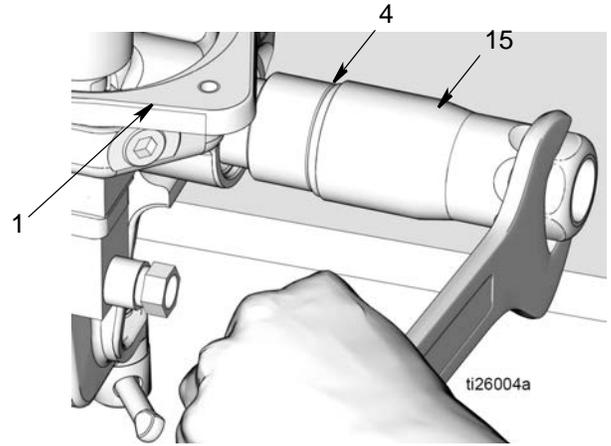

图 21
- e. 根据正确处置的所有相关规定，丢弃 O 形圈 (7, 41) 和螺母 (5)
- 17. 从泵底座 (1) 上拧下出口止回阀 (15) (图 21)。从出口止回阀上拆下 O 形圈 (4)。根据正确处置的所有相关规定，处置 O 形圈。